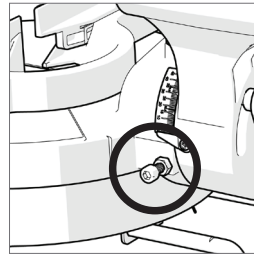

Abb. 17
- Verwenden Sie einen Sechskantschlüssel zur Justierung der Einstellschraube einwärts oder auswärts, je nach Bedarf. (Abb. 17)